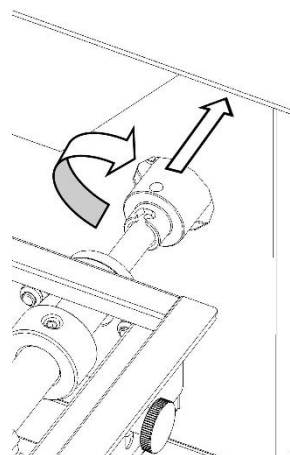

Fig.1B
5. Luego, mover la junta misma hacia el panel comandos, soltándola del árbol de arrastre red (ver Fig.1B párrafo 9.3.1).
- 4.Girar manualmente la red hasta que el perno del eje impulsor de arrastre de la red coincida con la muesca de la unión de la red. Deslizar la junta misma hacia el panel de control, soltándola del eje de arrastre de la red (Fig. 1B).